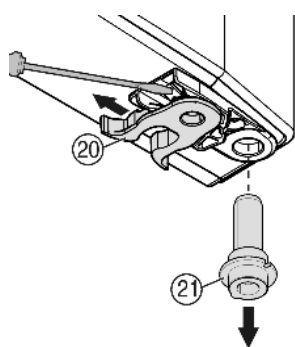

Fig. 9
- ▶ Prestavljanje vzmetne sponke Fig. 9 (20): Zaskočni zapah potisnite navzdol in vzmetno sponko povlecite čez.
- ▶ Ležajni sornik Fig. 9 (21) odstranite iz puše vrat in ga skupaj s stekleno ploščo namestite na nasprotno stran. Zaskočni zapah mora biti obrnjen proti notranji strani vrat, zareza pa proti zunanji.
- ▶ Vrata spodaj zasukajte navznoter in ležajni sornik Fig. 9 (21) vstavite v ležajni podstavek. Po potrebi ležajni sornik zasučite, da se lahko zaskoči.